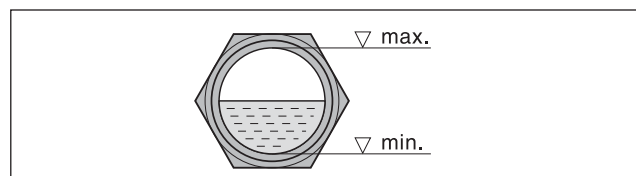

Abb. 4 Ölstand im Ölschauglas
- b) Nach evtl. Korrektur der Drehrichtung Motor erneut starten und nach ca. 2 Minuten wieder abstellen, um fehlendes Öl bis zur Oberkante des Schauglases (Abb. 4/I) nachzufüllen. Dieses Nachfüllen an der Einfüllstelle (Abb. 2/H) muss wiederholt werden, bis sich alle Ölleitungen vollständig gefüllt haben.